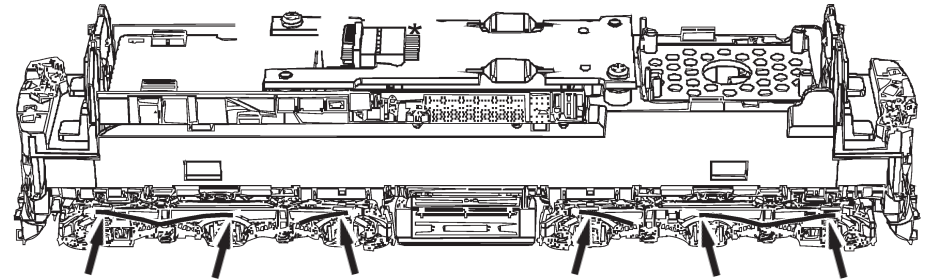

Fig. 9
4. Motorwechsel: Lokgehäuse abnehmen (Fig. 3). Danach wird der Motor ausgebaut (Fig. 9).
4. Motor Changing: First remove loco body (fig. 3), and then the motor (fig. 9).